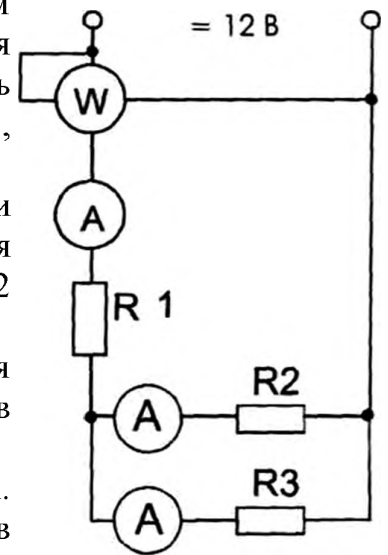

Рис. 1.2.2
3.3. Собрать линейную цепь со смешанным соединением резисторов (рис. 1.2.2). Установить заданные значения резисторов R_1 , R_2 и R_3 . Включить питание и измерить напряжения и токи на всех участках цепи, мощность, потребляемую цепью. Результаты занести в табл. 1.2.1.